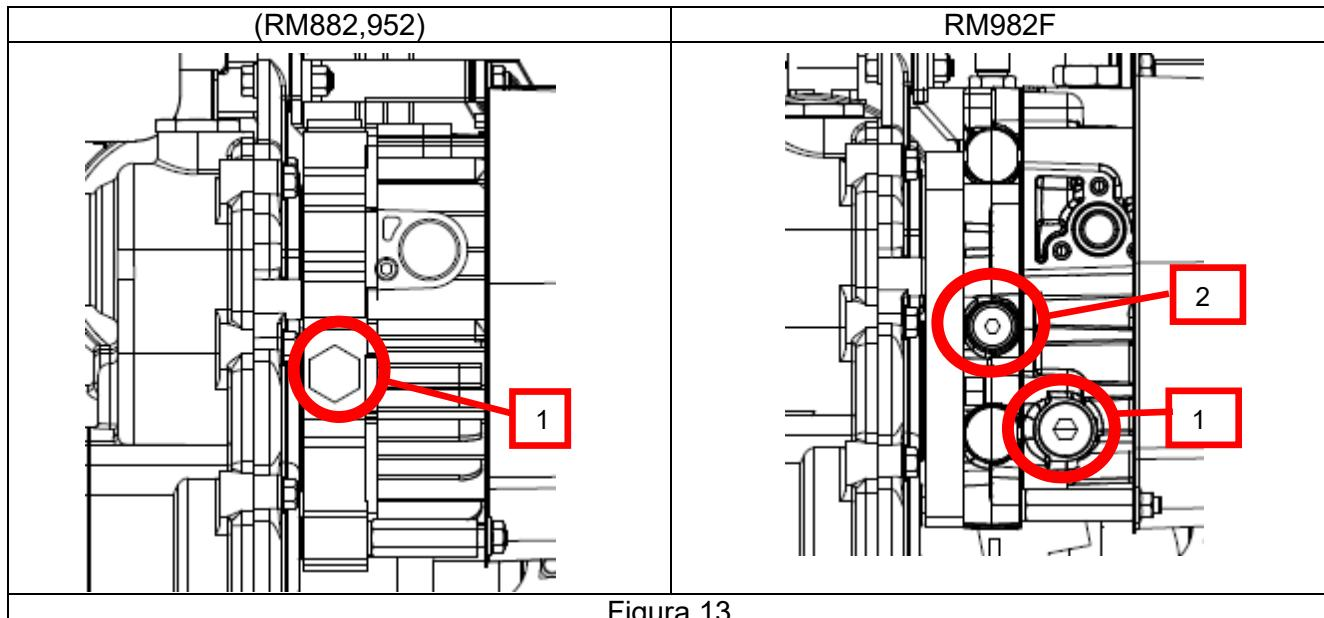
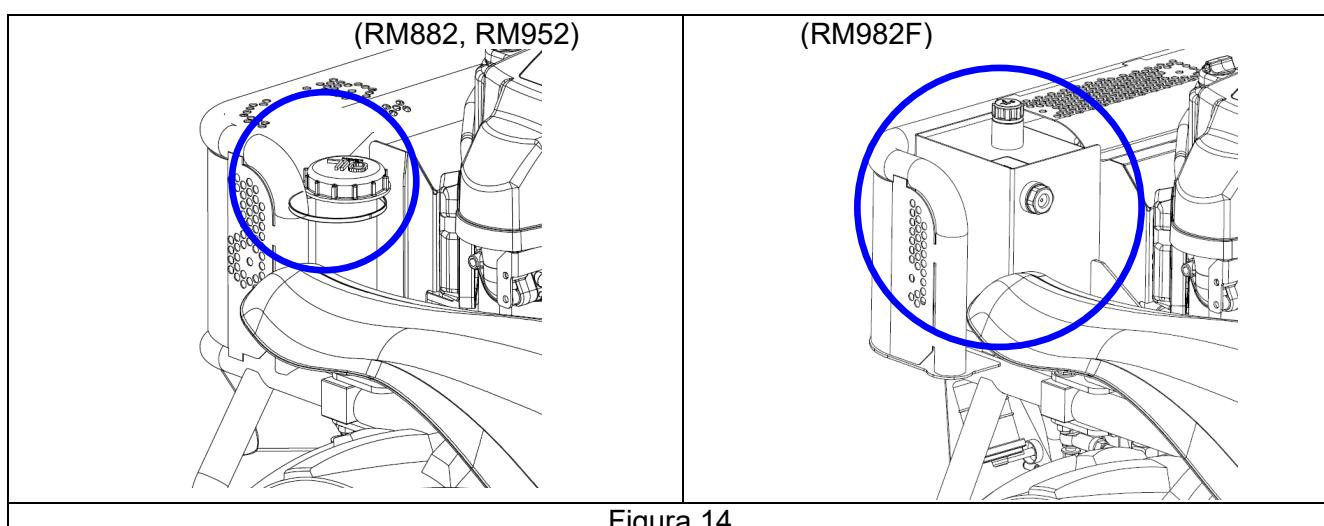

Figura 13
Figura 14
#### Nivel de aceite HST (figura 14)
#### Cambio de aceite hidrostático trasero (Figura 13, Figura 14)
1. Coloque el recipiente adecuado justamente debajo de la salida de la unidad hidrostática y realice la salida de este aceite al recipiente, retirando el tapón de drenaje de aceite. (1 Figura 13).
Nunca suelte el tornillo (2 Figura 13). De lo contrario, podría influir en la conducción de la máquina. Hacerlo se considera uso indebido, por lo tanto, la garantía no cubriría esto.
- Verifique si no hay burbujas en el depósito hidráulico. Después del trabajo, verifique si el nivel de aceite alcanza “posición de nivel alto”, en el tanque de aceite. De lo contrario, añada aceite hasta llegar a ese punto de “nivel alto” (Figura 14)